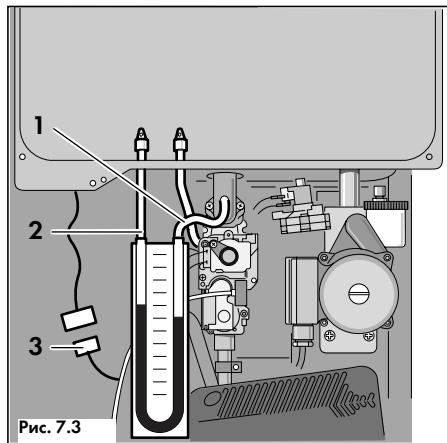

Рис. 7.3
Включить режим "Отопление и горячая вода" . Установить регулятор температуры подающей линии (3, рис. 6.4) на "9". Разъединить разъем датчика NTC (3, рис. 7.3);
- У аппаратов VU восстановить соединения датчика NTC (3, рис. 7.3);
- Отвернуть запорный винт (1, рис. 7.1) и присоединить одну трубку U-образного манометра к измерительному штуцеру аппарата (1, рис. 7.2); Удалить пластиковую заглушку и закрепить другую трубку U-образного манометра на трубке турбо-камеры (2, рис. 7.3).
- Выключить аппарат, отсоединить манометр, плотно закрутить винт измерительного штуцера (1, рис. 7.2) и проверить его на герметичность. Восстановить соединения датчика NTC (3, рис. 7.3);
Разъединить разъем датчика NTC (3, рис. 7.3);
Восстановить соединения датчика NTC (3, рис. 7.3);
- Закрыть заглушкой измерительную трубку турбо-камеры (2, рис. 7.1). У аппаратов VU восстановить соединения датчика NTC (3, рис. 7.3);